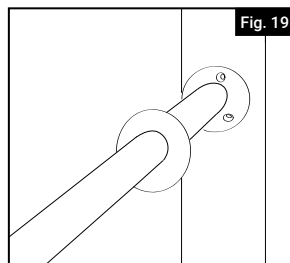

Fig. 19
3. Deslizar la cubierta sobre el larguero (Fig. 19). NO SE PUEDE HACER DESPUÉS DE LA INSTALACIÓN.